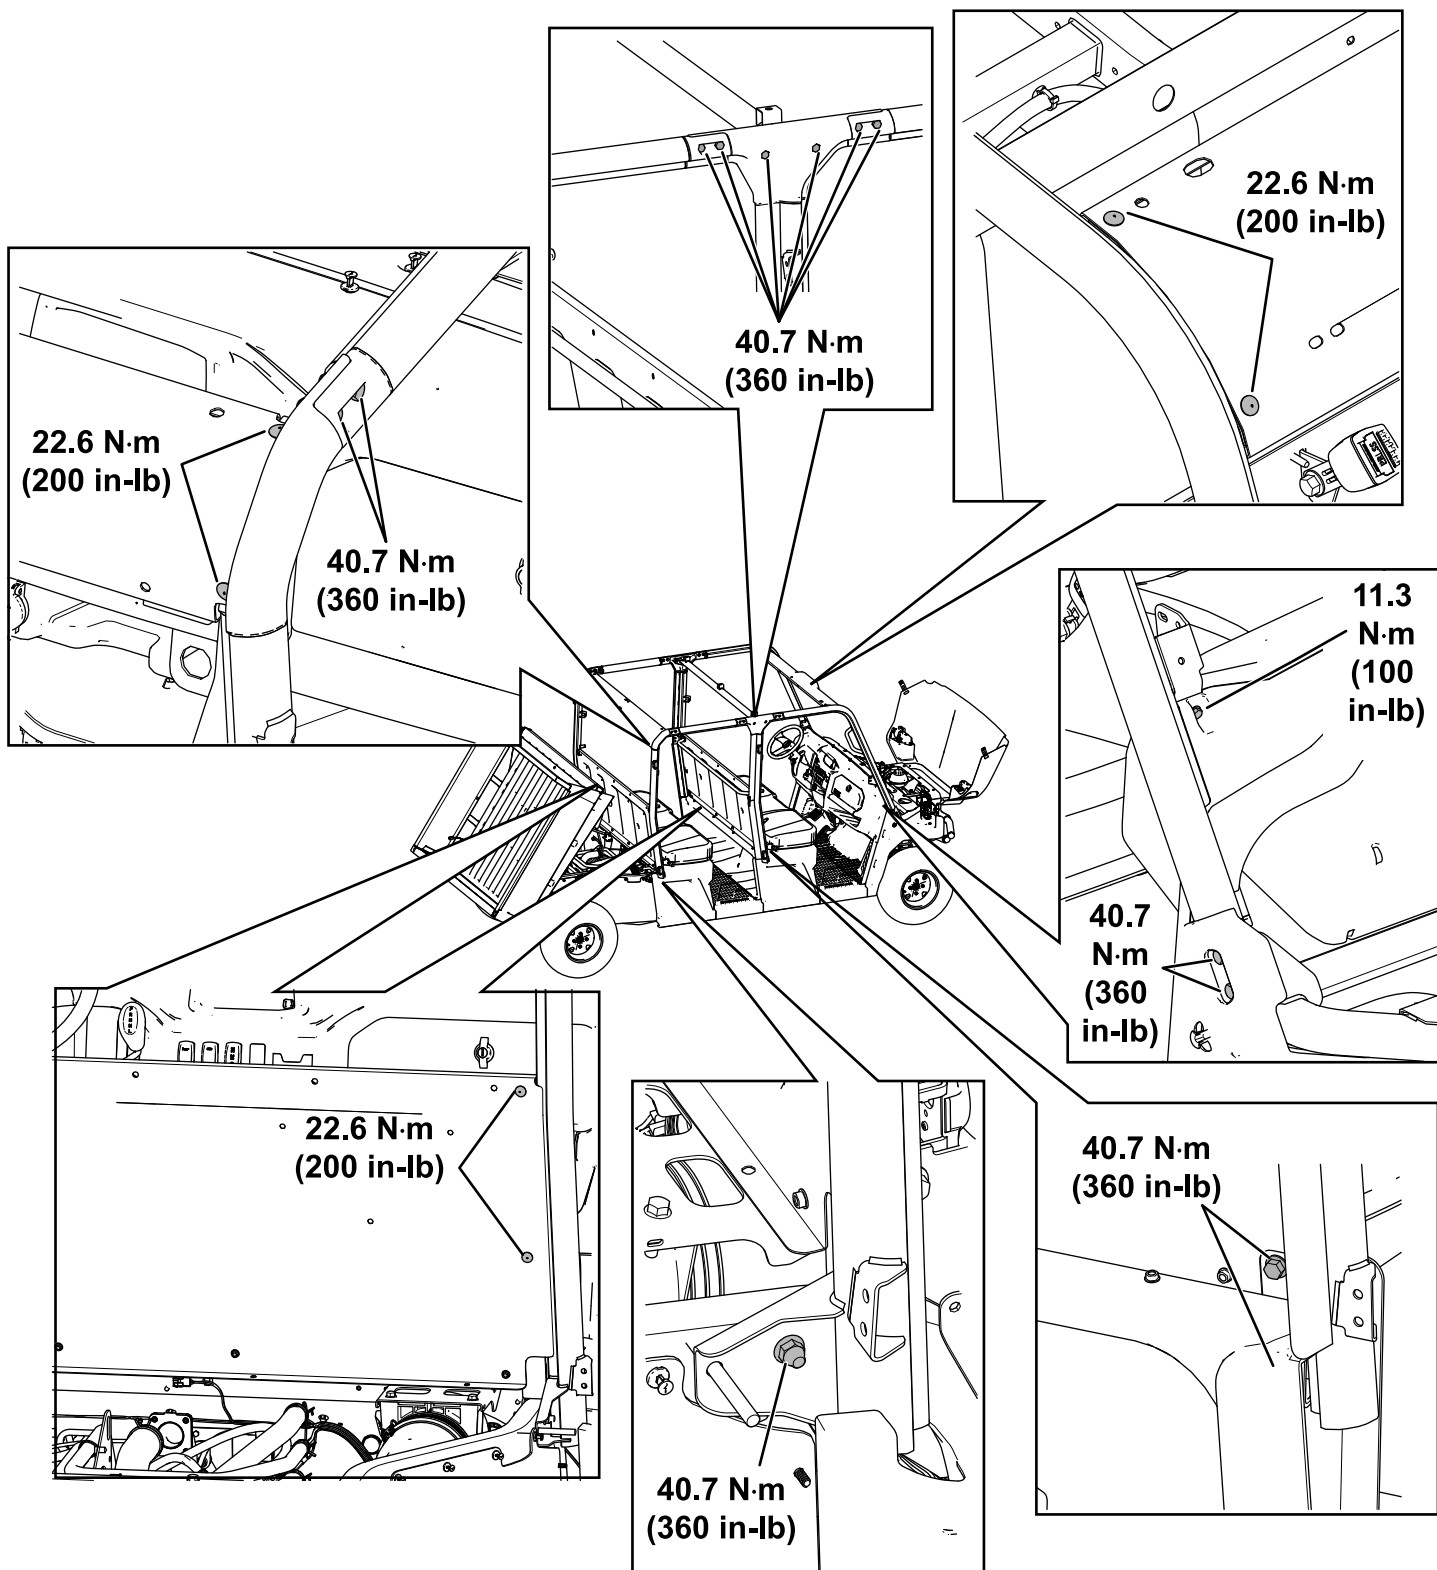

Bild 52
25. Ziehen Sie die Befestigungselemente mit den in Bild 52 angegebenen Drehmomenten an.